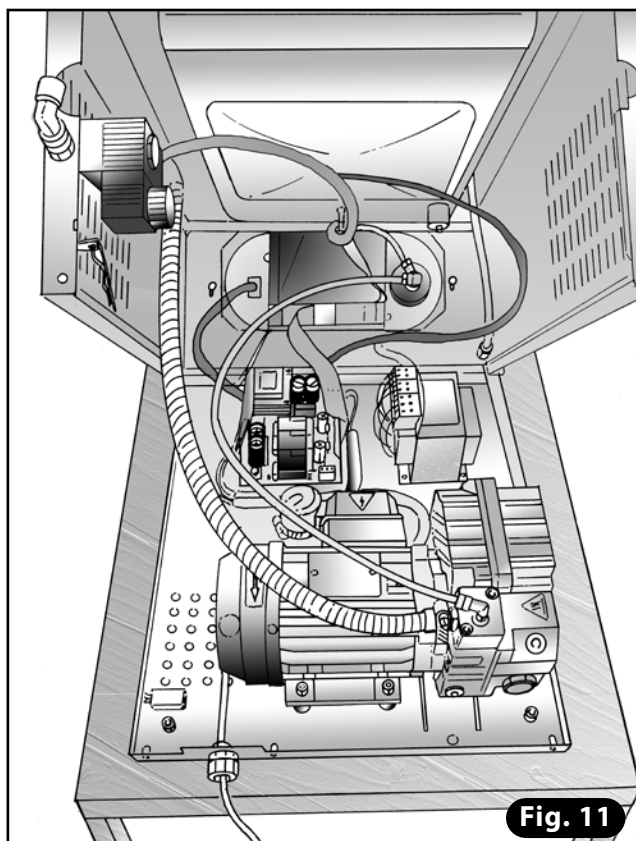

Fig. 11
- 11) Replacer la barre de soudure dans la vasque en faisant attention à la placer correctement dans les contacts électriques (**Fig. 11**).
- 17) Enlever la barre du guide et la replacer sur la base, à son emplacement (Fig. 11).